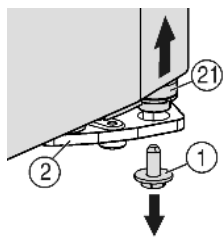
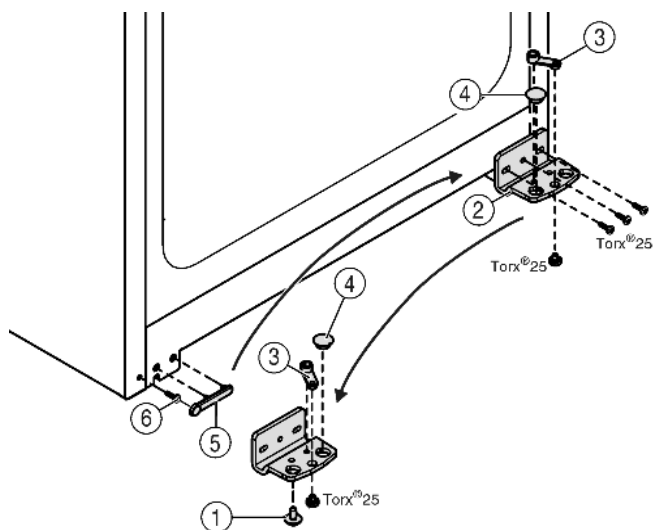

Fig. 5
Fig. 6
► Deșurubați șurubul de siguranță Fig. 5 (1) din partea inferioară dreapta a suportului de lagăr.
► Bulonul lagărului Fig. 5 (21) se extrage din suportul de lagăr Fig. 6 (2).
► Dacă bulonul lagărului Fig. 5 (21) nu poate fi demontat, presați-l din partea inferioară.
► Deșurubați suportul de lagăr Fig. 6 (2).
► Deșurubați piesa suport Fig. 6 (3) și montați-o invers în orificiul de preluare a suportului lagărului, strângeți din nou fix.
► Extrageți dopul Fig. 6 (4) din suportul de lagăr și introduceți-l în orificiul de preluare diametral opus.
► Ridicați cu atenție capacul Fig. 6 (5) din partea mânerului.
► Deșurubați șurubul Fig. 6 (6) și mutați-l pe latura opusă.
► Așezați la loc capacul Fig. 6 (5).
► Restrângeți suportul de lagăr Fig. 6 (2) pe noua latură (cu 4 Nm) dacă este cazul cu ajutorul unei mașini de înșurubat.
► Introduceți șurubul de siguranță Fig. 5 (1) jos, în bolțul lagărului și strângeți-l (cu 4 Nm).